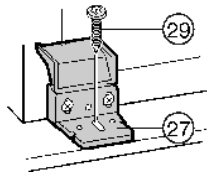

Fig. 18
- ▶ Закрепите устройство в нише: через удлиненное отверстие пластмассового уголка *Fig. 18 (27)* предварительно закрепите длинным винтом *Fig. 18 (29)*.
- ▶ Примкните накладку пластмассового уголка *Fig. 18 (27)*.